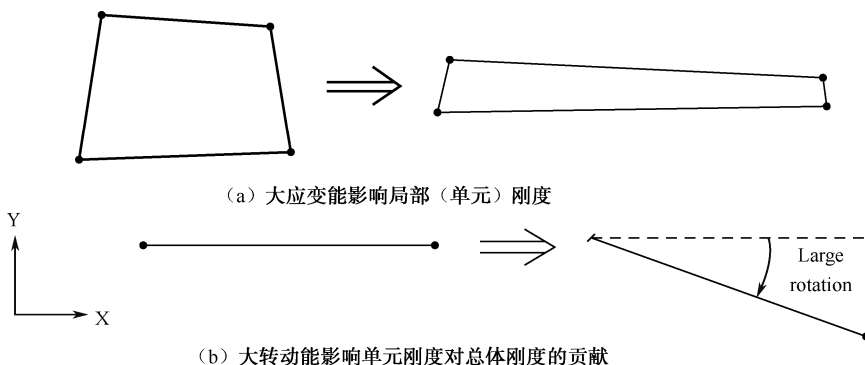

图 6-8 大应变和大转动
(1) 第一种方式。如果这个单元的形状改变, 它的单元刚度将改变, 如图 6-8 (a) 所示。
(2) 第二种方式。如果这个单元的取向改变, 它的局部刚度也将改变, 如图 6-8 (b) 所示。